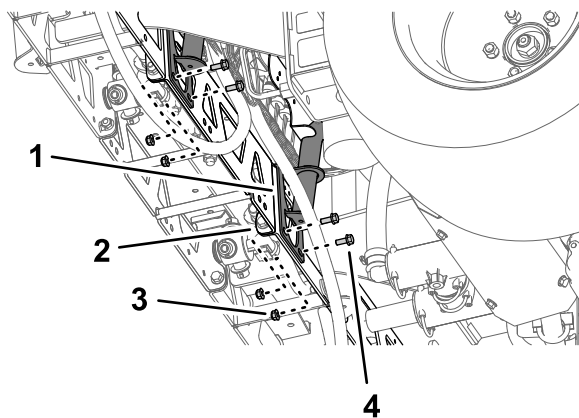
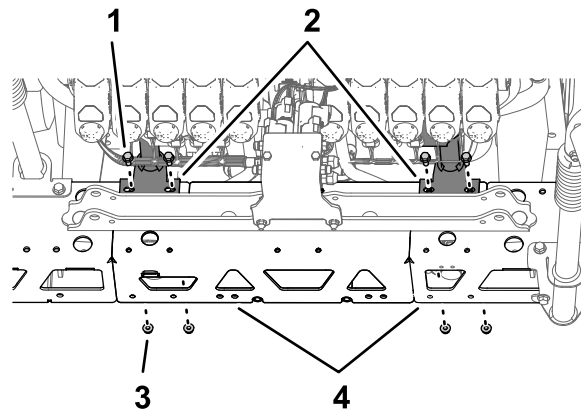

Figura 108
Figura 109
2. Allineate i fori sulla staffa di supporto del supporto della valvola con i fori sul telaio della trave della sezione dell'irroratrice centrale (Figura 108).
3. Montate il supporto della valvola sul telaio della trave (Figura 108 e Figura 109) con 4 bulloni (5/16" x 3/4") e 4 dadi di bloccaggio flangiati (5/16").